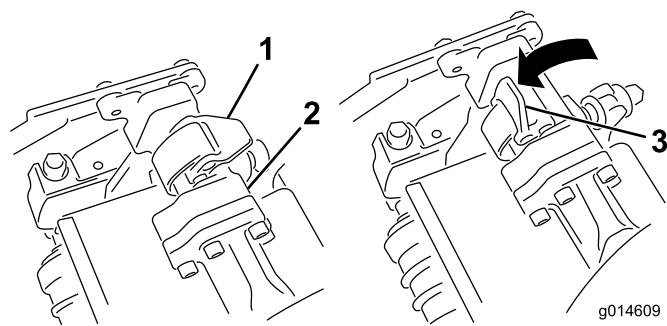

Рисунок 12
5. Когда защелки на штанге рычага подвески направлены вверх (т.е. открыты) (Рисунок 12), нажмите на рычаг подвески, чтобы штанга села на поперечный стержень наверху режущего блока (Рисунок 13).
6. Опустите защелки и поверните вокруг стержня режущего блока и заблокируйте их (Рисунок 12).